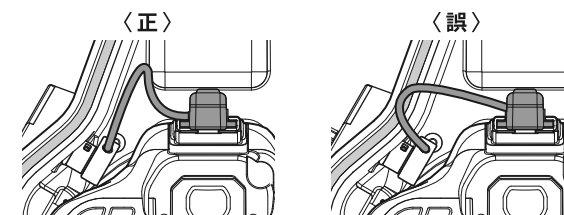

図3
- ハウジングを閉じるときは、シンクロコネクターのコードの挟み込みがないことを必ず確認してください。(図3)